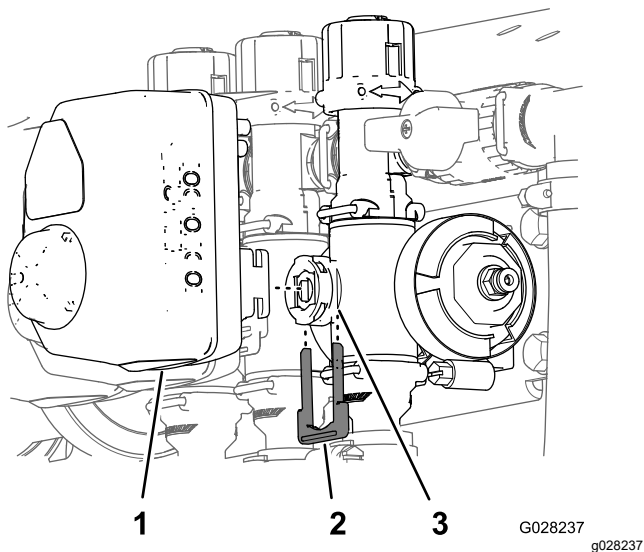

Figura 13
1. Retire la horquilla de retención que sujeta el actuador la válvula multivía (válvula de sección o válvula de agitación) (Figura 13).